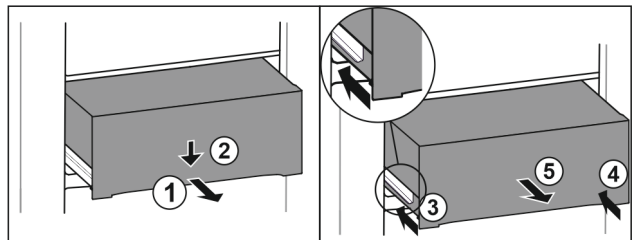

Fig. 134
- Schubfach halb herausziehen. Fig. 134 (1)
- Schubfach an der Vorderseite nach unten drücken. Fig. 134 (2)
- Linke Schiene etwa 2 cm einschieben. Fig. 134 (3)
- Rechte Schiene etwa 2 cm einschieben. Fig. 134 (4)
- Schubfach nach vorne entnehmen. Fig. 134 (5)